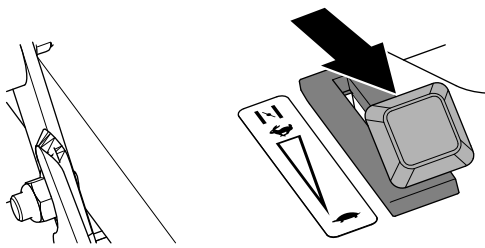

Figura 14
2. Mueva la palanca del acelerador hacia atrás del todo, a la posición de LENTO (Figura 14).